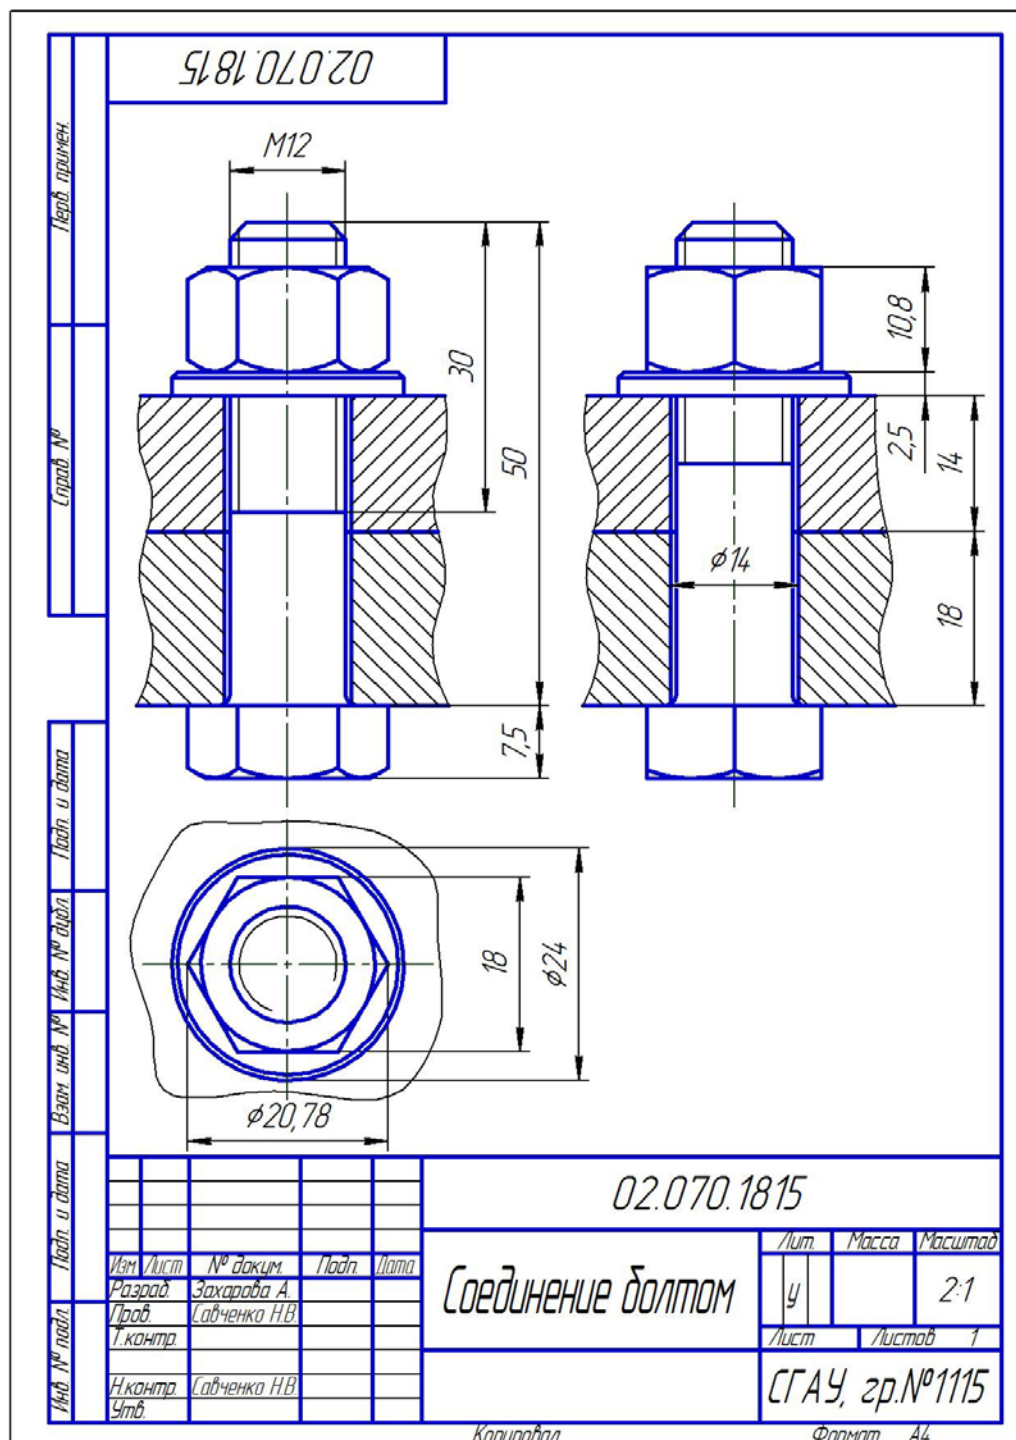

Рис. 3.7. Графическое задание для построения чертежа «Соединение болтом»
- чертёж «Соединение болтовое» (рис. 3.7). (В данном примере рассмотрено построение болтового соединения M12 деталей толщиной  $S_1 = 18, S_2 = 14$ );
Чертеж соединения включает в себя три изображения (рис. 3.7) – один вид и два разреза, расположенных в непосредственной проекционной связи.